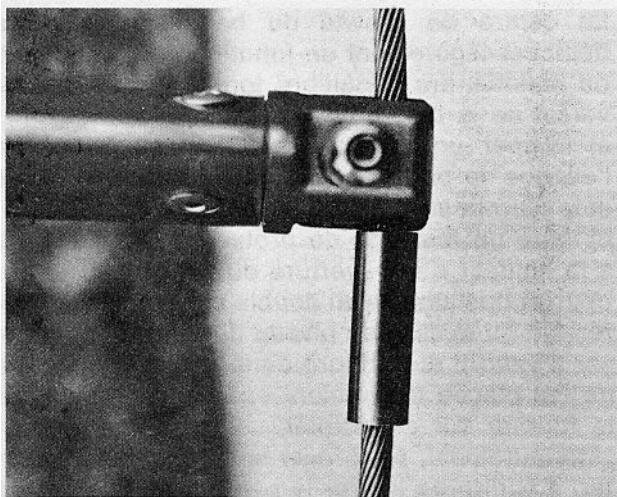

Fig. 4
3. faire passer les galhaubans dans les embouts de barres de flèche (fig. 4)